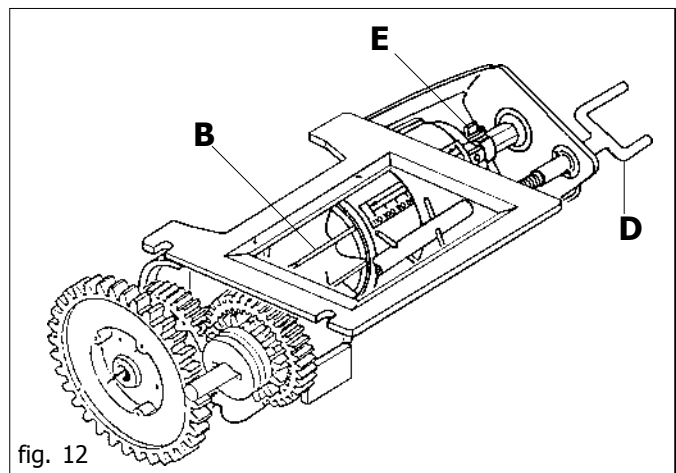
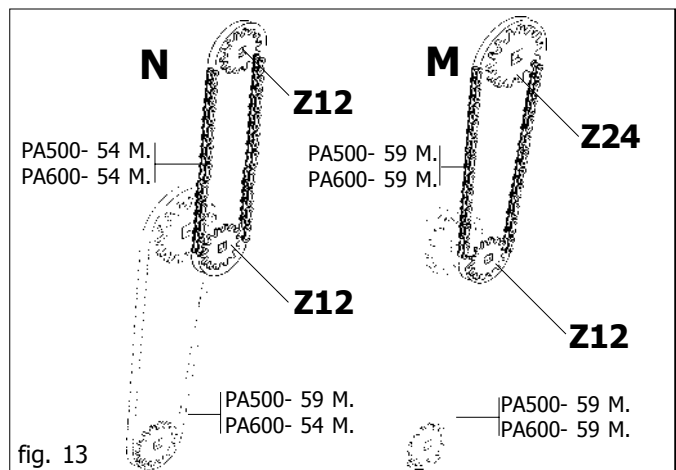
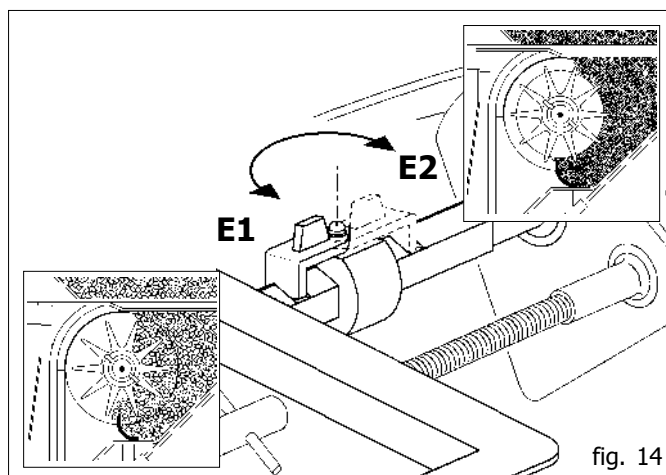

fig. 12
fig. 13
fig. 14
Le doseur (cf. fig. 12), l'organe principal pour le fonctionnement de l'élément semeur, est placé sous le réservoir des semences. Il reçoit le mouvement de la roue de transmission par le biais d'engrenages (avec rapport proportionnel à la largeur du travail) et par des chaînes. La transmission peut adopter deux rapports (fig. 13) en fonction des exigences de distribution des graines. Le rapport N (Z12-Z12) est conseillé pour la distribution de graines normales, tandis que le rapport M (Z12-Z24) est utilisé pour les graines petites.
Le ressort de blocage (cf. E fig. 12) permet de modifier l'ouverture de la vanne et, en même temps, le débit du rouleau doseur. La position "E1" (fig. 14) permet l'ouverture de la vanne sur l'échelle graduée de 0 à 110 avec le maximum de la capacité de distribution du rouleau doseur; tandis que la position "E2" permet une ouverture de la vanne de 0 à 25 et une réduction du débit du rouleau. Il est important de fermer complètement la vanne (au 0 de l'échelle graduée) pour inverser la position du ressort de blocage (E).